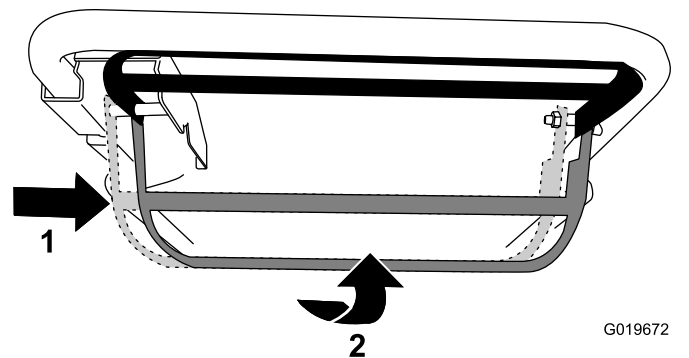

Figure 19
- **Pour utiliser l'autopropulsion et engager la lame :** Déplacez la barre de commande de la lame complètement à droite et relevez-la contre le guidon (Figure 19).